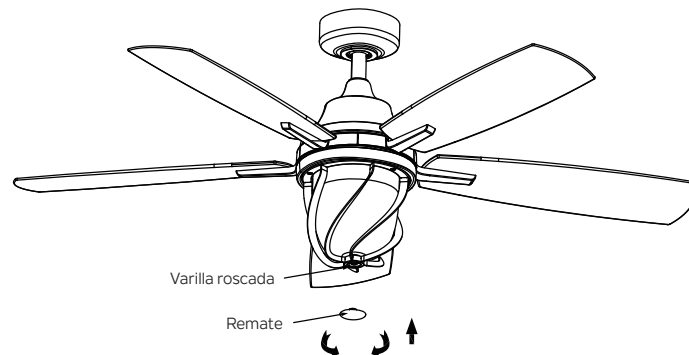

Figura 25
**Paso 6.** Atornille el remate en la varilla roscada del kit de luz. (Figura 25)